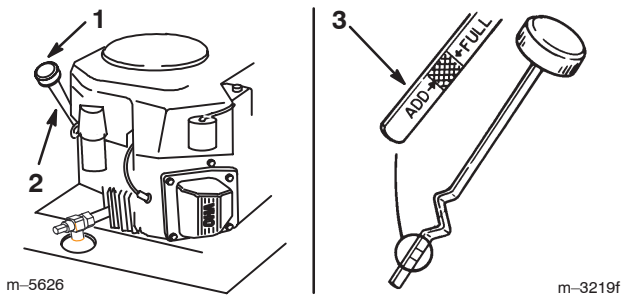

Figure 32
4. Nettoyez la surface autour de la jauge d'huile (Fig. 32) pour éviter que des impuretés ne s'introduisent dans le goulot de remplissage, ce qui risquerait d'endommager le moteur.
5. Dévissez la jauge d'huile et essuyez soigneusement l'extrémité métallique (Fig. 32).
6. Enfoncez la jauge complètement dans le goulot de remplissage **sans la visser** (Fig. 32)
6. Versez lentement environ 80% de la quantité d'huile spécifiée dans le goulot de remplissage (Fig. 32) (voir Entretien de l'huile moteur, page 32).